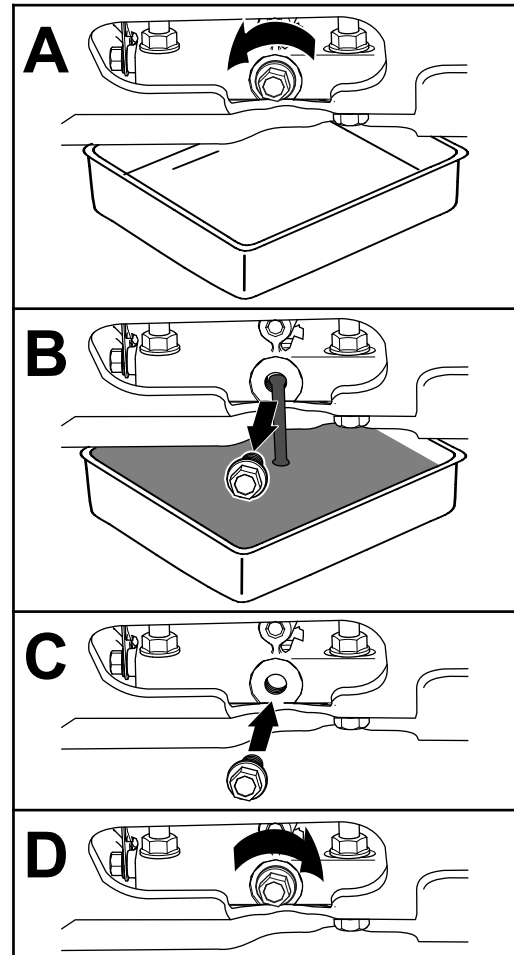

Figura 37
3. Cambie el aceite del motor, según se muestra en la Figura 37.